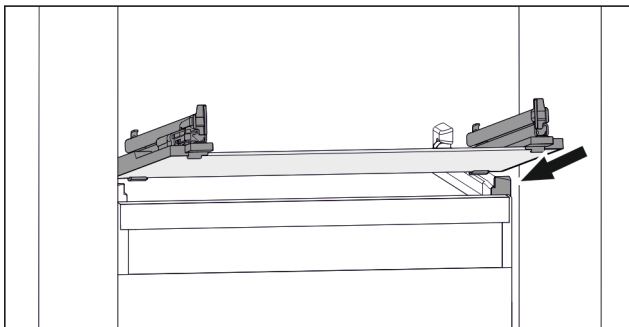

Fig. 134 Exemple de représentation de la tablette en verre
- Placer la tablette en verre, en l'inclinant, derrière les butées. (voir Fig. 134)